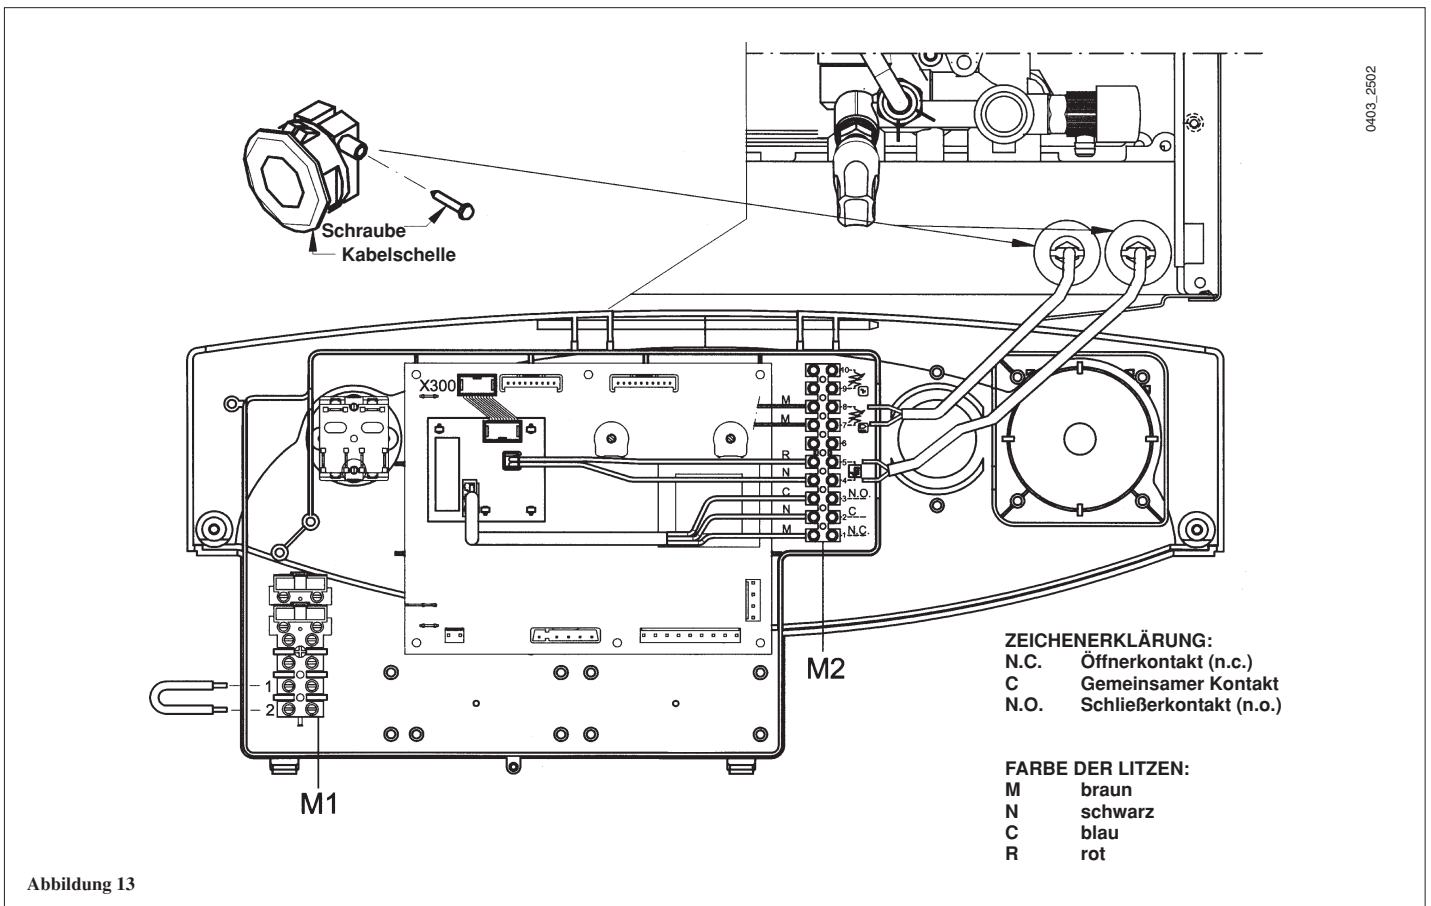

Abbildung 13
15.2 Anschluss des Raumregelgerätes QAA73 Der Anschluss des Raumregelgerätes QAA73 an der elektronischen Platine muss mit Hilfe einer Schnittstellenkarte erfolgen, die ebenfalls als Zubehör geliefert wird. Diese Schnittstellenkarte wird am Verbinder X 300 der elektronischen Platine am Kessel angeschlossen (Abbildung 13).